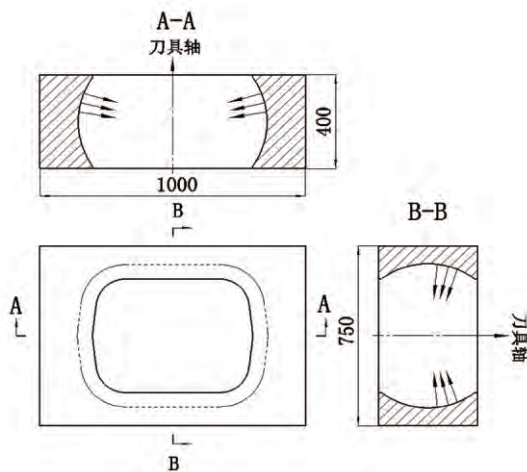
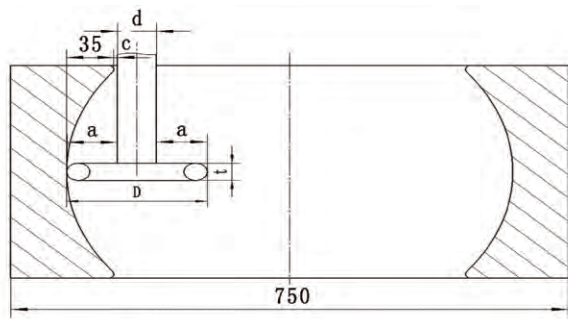
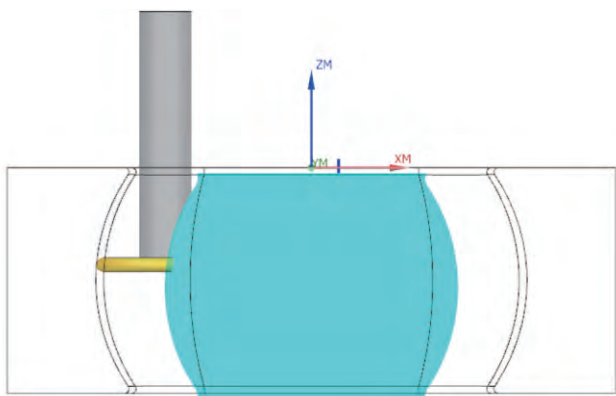

图1 倒型腔曲面零件
图2 型腔边界径向深度示意图
图 9 刀轨示意图
在机械加工过程中，经常由于加工条件受限，需要采用三轴数控机床加工如图 1 所示的零件，此类零件存在一些法向矢量与刀具轴矢量夹角大于 90° 的曲面，给加工带来一定的难度，此类零件特征被称为“倒型腔”。
对于图1所示的型腔类零件,无论毛坯是锻件还是铸件,都需要先进行粗加工,然后再精加工。
以图1所示零件为例,选用圆弧三面刃铣刀在三轴数控机床加工此零件时,具体尺寸参数选用不但要根据零件圆弧大小及进退刀空间确定刀具直径尺寸 D 、长度尺寸 L 外,还有一个不可忽视的重要参数 a ,此参数反映刀具直径与刀柄直径的差值,需根据待加工型腔边界径向深度选择。如图2所示,零件径向最大深度为35mm,即所选刀具 a 尺寸需大于35mm。若选用一把D160的三面刃刀盘,则所选用刀柄的直径 d 应小于 $160-35 \times 2=90\text{mm}$,考虑适当的安全距离 c ,选用D80mm刀柄较合理。
以图1所示零件为例,按照型腔铣操作的一般方法设
如何设置，系统都设置为相切。因此，选择此选项时，系统对图1所示的零件材料侧面法矢与刀轴方向不同的区域不作处理，若将默认的“容错加工”选项的对勾去掉，则此时出现“底切”的选项，勾选“允许底切”选项，如图5所示，则可以生成如图6所示沿倒型腔的轮廓逐层切削的刀轨，是我们想要的理想刀轨。
(2) 变“倒型腔”为“正型腔”。对于图 1 所示零件，若将零件从中间剖分开，就可以按两个正型腔来规划刀轨，使用程序时，上半部分倒型腔从零件中间处进刀，采用倒拉加工，下半部分曲面为正型腔，采用常规方法加工。下面我们将主要研究零件上半部分曲面的倒拉加工方法。
固定轴曲面轮廓铣一般生成三轴联动的刀轨对复杂曲面零件进行半精及精加工。图 1 所示零件可以考虑采用固定
但是固定轴曲面轮廓铣就只能用于零件的精加工吗？当然不是。本文作者针对图 1 所示的零件，利用固定轴曲面轮廓铣编辑出了沿刀轴分层加工的零件轮廓的刀轨，提出了利用固定轴曲面轮廓铣进行零件粗精加工的方法。
以图 1 所示零件为例，按照以下步骤设置固定轴轮廓铣参数，生成如图 9 所示刀轨。